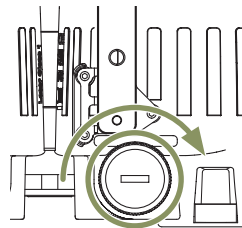

Abb. 6
3. Das Batteriefach durch Drehen im Uhrzeigersinn wieder fest verschließen, siehe Abb. 6.